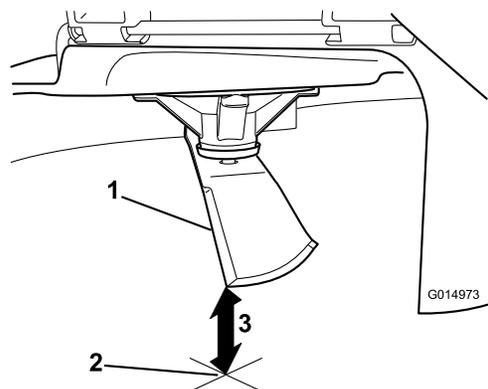

Figura 79
5. Misurate dalla punta della lama alla superficie piana (**Figura 79**).